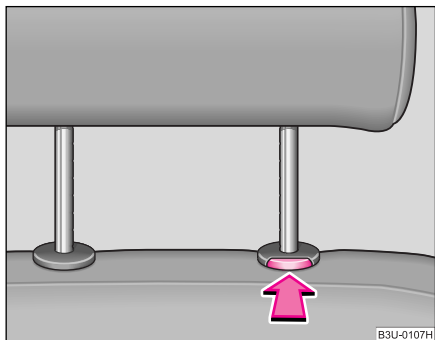

Abb. 48 Kopfstütze herausziehen
- Drücken Sie die Sicherungstaste in Pfeilrichtung ⇒ Abb. 48 und ziehen Sie die Kopfstütze heraus.